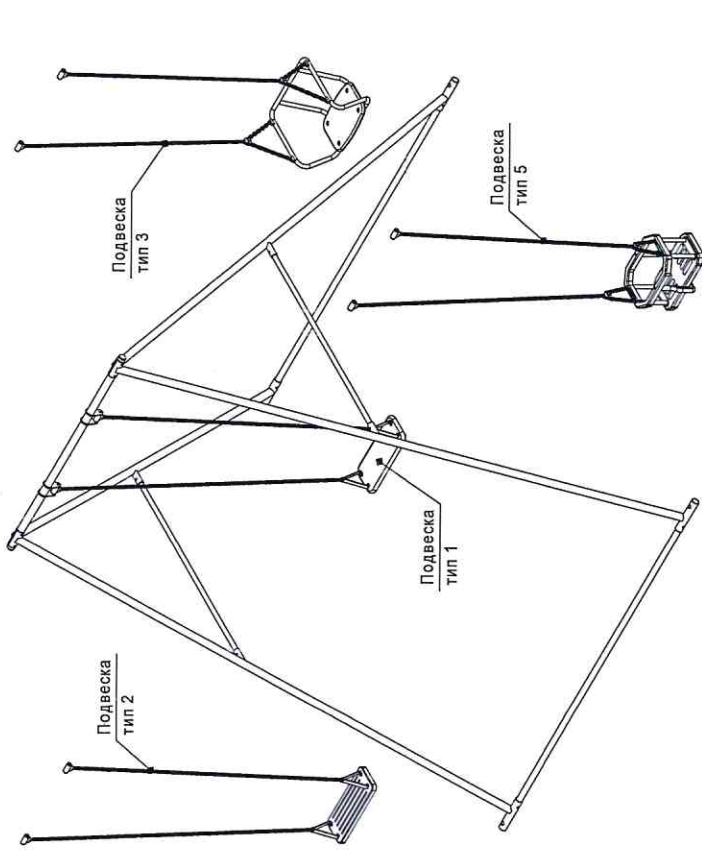

Рисунок 1 - Общий вид изделия (каркаса и различных типов подвесов)
4.1 Изделие поставляется в сборе (см. рисунок 1).